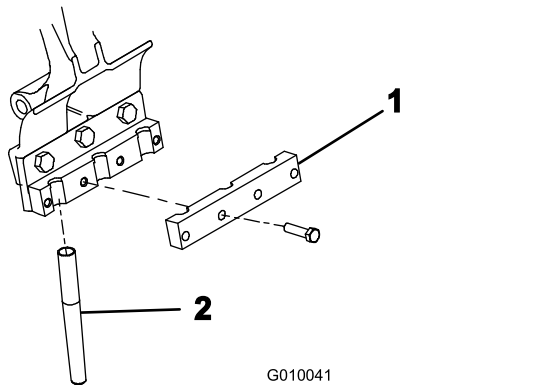

**Figura 23**
4. Montate le protezioni del tappeto erboso sulle relative staffe con 4 fascette delle protezioni e 12 dadi flangiati (Figura 23). Non serrare i dispositivi di fissaggio.
**Nota:** Le fascette delle protezioni del manto erboso e i dadi flangiati sono spediti di fabbrica fissati alle staffe (Figura 23).